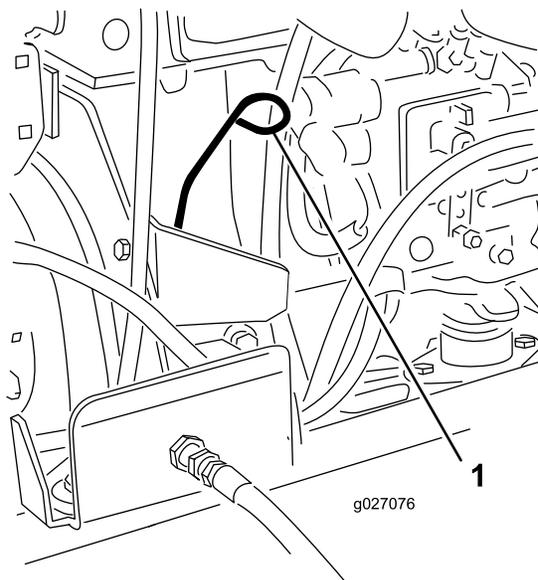

図 28
3. ディップスティックを抜き取り、付いているオイルをウェスで拭きとってもう一度差し込む(図 28)。